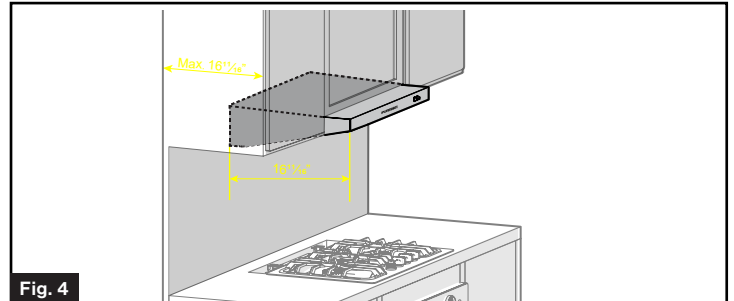

Fig. 4
**NOTA:** La distancia vertical mínima hacia materiales combustibles sobre la cocina es 19½ pulgadas (50 cm) cuando se instala con una campana. Considerando que la construcción por sobre la altura de la cabeza no supere las 16½ pulgadas desde la pared posterior. (Fig. 4) Esta campana funciona con cocinas con entrada nominal de hasta 22,500 BTU.